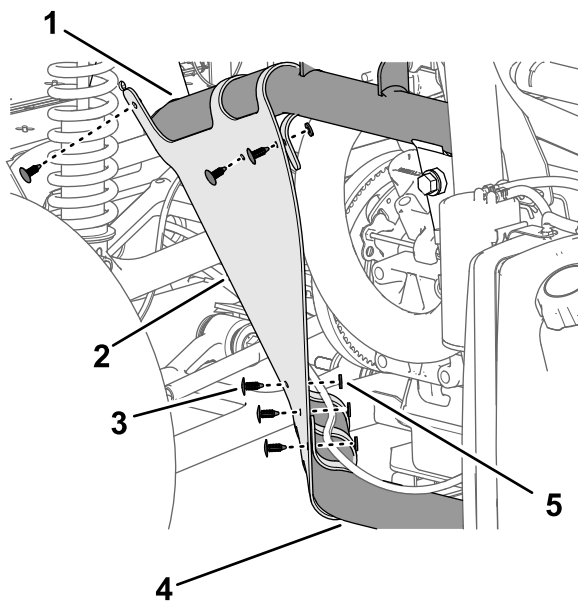

Figura 243
- Sujete el panel interior del guardabarros a los tubos del bastidor con las 6 grapas (Figura 243).
- Alinee los orificios del guardabarros con los orificios del bastidor de la máquina, como se muestra en la Figura 243.